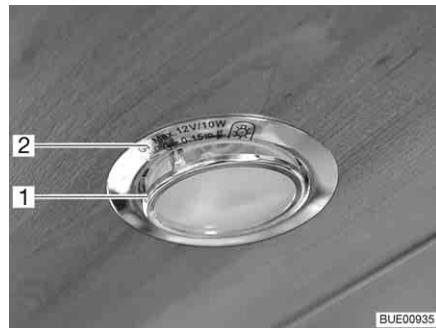

Fig. 159 Lampada alogena a incasso (piatta)
La lampada alogena a incasso (Fig. 159,2) è incassata nel diaframma.
- Estrarre l'anello di copertura interno con lastra di vetro (Fig. 159,1) con uno strumento adeguato (p. es. un coltello non affilato) dall'involucro.